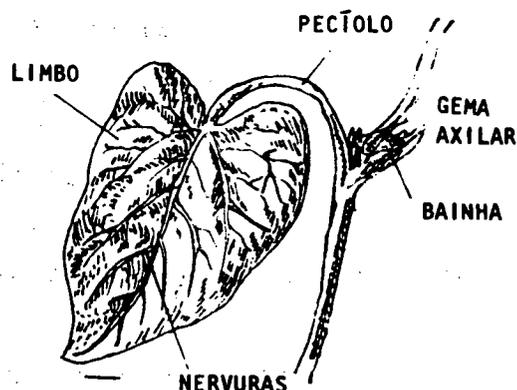

Fig. 13
Este órgão de elaboração da planta se compõe de limbo, pecíolo, bainha e nervuras (fig. 13).
- *simples*; possuem sô um limbo, com ou sem pecíolo. (figs. 13 e 14).
- *o inteiro* (figs. 13 e 14) e